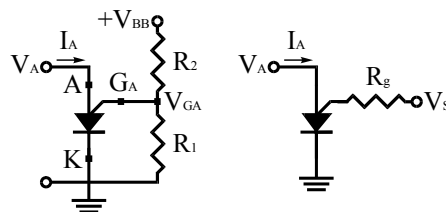

Fig.6.- Montaje y circuito equivalente de un PUT.
- Su constitución y funcionamiento es similar a las de un tiristor con puerta de ánodo (Fig. 6). Tiene tres terminales: cátodo K, ánodo A y puerta de ánodo G_A .
- La variación de μ , I_P e I_V dependen de R_1 y R_2 en el divisor de tensión V_{GA} , es decir de R_G (Fig. 6).